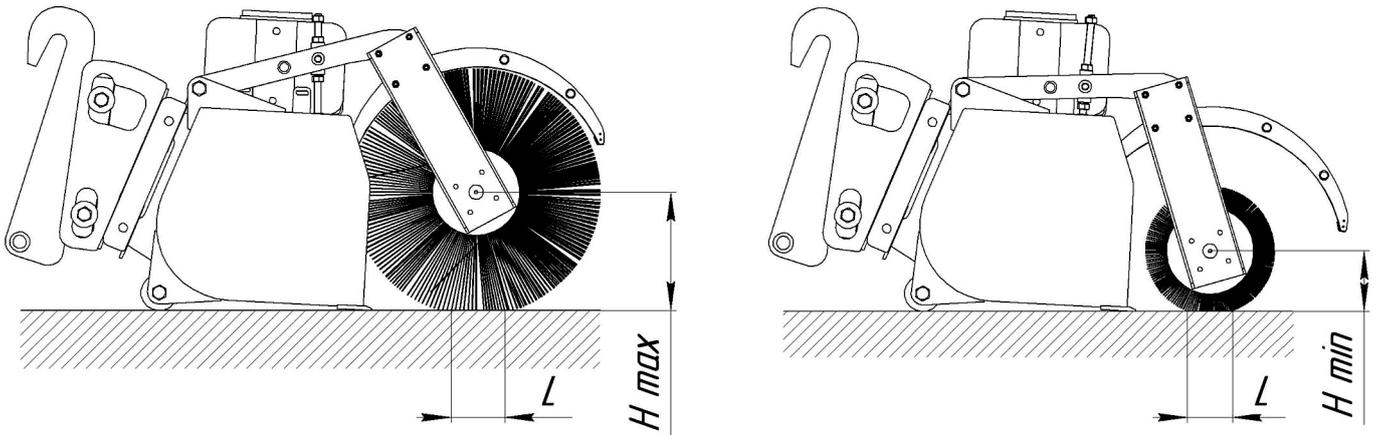

Рисунок 6 - Износ барабана
4. Подметающий барабан, при соприкосновении с очищаемой поверхностью, образует пятно контакта, размер которого ( $L$ ) не должен превышать 100 мм в ширину по всей длине подметающего барабана (Рис. 6). Данное условие обеспечит оптимальный баланс эффективной очистки к скорости износа щетины.